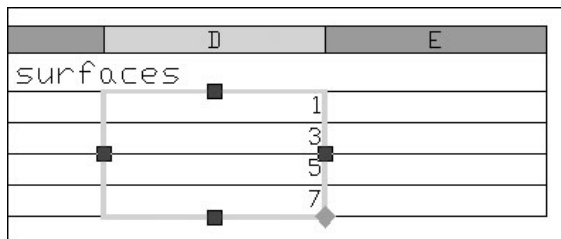

Fig.12.35
- 7 Faites glisser la poignée sur les cellules que vous voulez incrémenter automatiquement. Un aperçu de la valeur de chaque cellule s'affiche à droite de la poignée sélectionnée (fig.12.35).